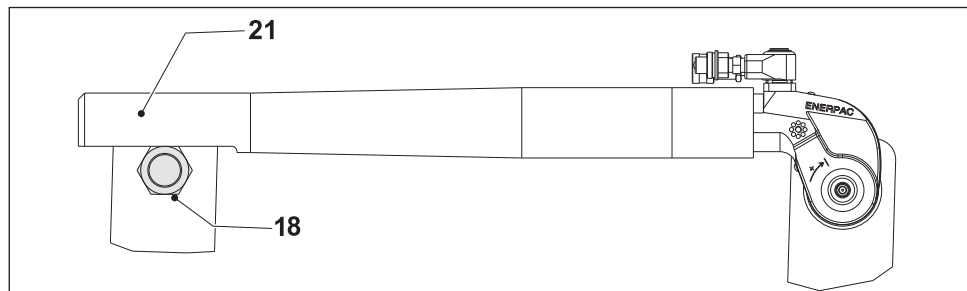

図12
- SRAシリーズショートリアクションアーム (20) のフット (17) を適切なリアクションポイント (18) に当たるよう位置決めします。リアクションポイントはツールを操作することにより発生した力の反対に作用します。
4.3.4 リアクションチューブエクステンションの使用 (図12)
- RTEシリーズのリアクションチューブエクステンション (21) を適切なリアクションポイント (18) に当たるように位置決めします。リア